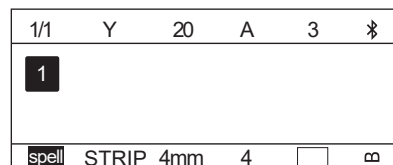

Рисунок 4.4-3
3) Нажмите [Enter] для перехода в режим ввода текста. (Рис. 4.4-3)